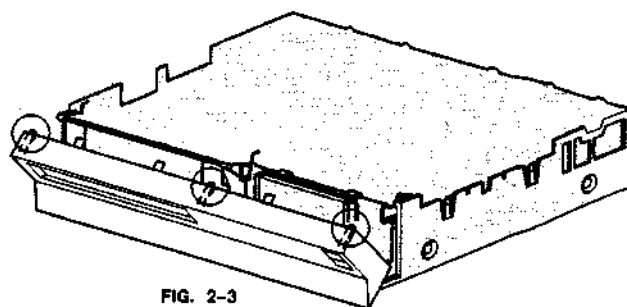

FIG. 2-3
- Die Oberkappe abnehmen; siehe 2.1. Die Bedienungsplatte ist mit drei Einschnappkonstruktionen (siehe Bild 2-3) am Untergehäuse verriegelt. Dadurch dass diese Einschnappkonstruktionen entriegelt werden, lässt sich die ganze Bedienungsplatte nach vorne kippen. Beim Beseitigen der Bedienungsplatte die Cassettenfachklappe ein wenig einwärts drücken.